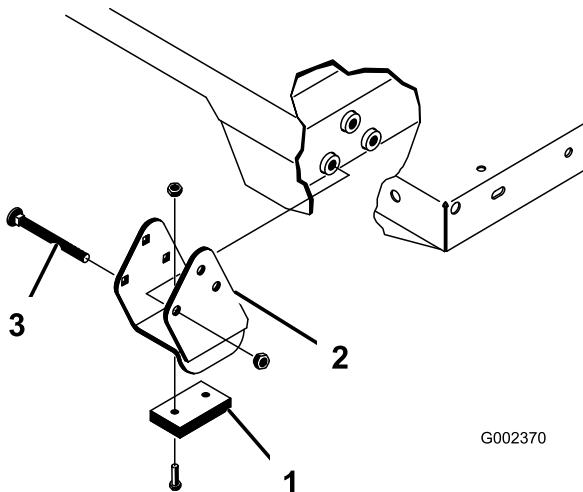

Figura 36
Nota: Assicuratevi che le staffe distanziali e i blocchi di usura (Figura 36) siano installati con le teste dei bulloni a testa tonda posizionate verso l'interno della macchina.
2. Collocate con delicatezza il pianale sul telaio del veicolo, allineando i fori delle piastre orientabili sulla parte posteriore del pianale ai fori sul profilato posteriore del telaio, e installate 2 perni con testa e 2 acciarini (Figura 36).
3. Con il pianale abbassato, fissate ogni estremità dell'asta del cilindro negli intagli presenti sulle piastre di montaggio del pianale, per mezzo di un perno con testa e un acciarino. Inserite il perno con testa dall'esterno del pianale, con l'acciario posto sull'esterno (Figura 36). Gli intagli posteriori sono da utilizzare per l'installazione di un pianale integrale, mentre gli intagli anteriori per un pianale a 2/3.